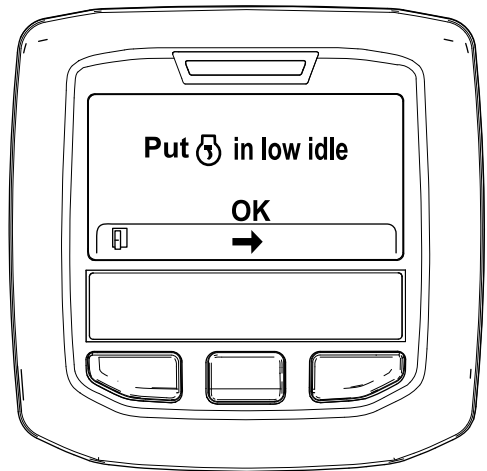

図 51
6. スロットルコントロールを低速アイドル位置にセットして、中央ボタンを押す 図 51。